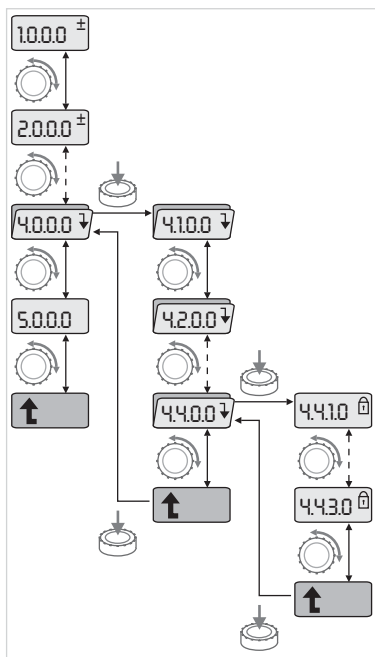

Fig. 38: Пример навигации
-  • Выполнить общую навигацию в меню следующим образом (пример см. на рис. 38):